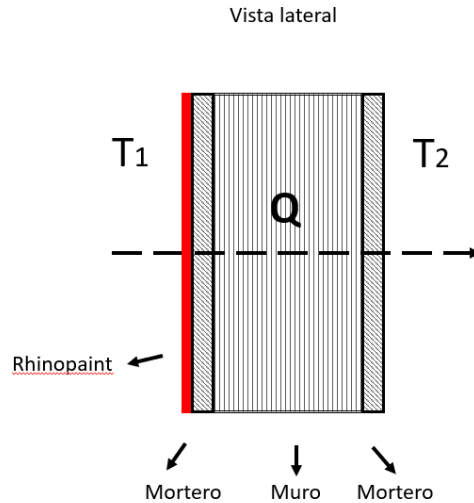

Figura 2. Muro compuesto con aplicación de Koner
A continuación, se muestra un diagrama del muro compuesto con la adición de una capa de pintura Termo-Aislante Koner al interior denotada por una franja de color rojo (Figura 2).
Una publicidad para Koner debiese explicitar este 16% de ahorro energético para cualquier clima, adjuntando una imagen similar a la Figura 2, junto a los datos de espesor de cada capa y una nota explícita de certificación IDIEM.
- Una publicidad puede transmitir un mensaje fuerte y claro al mencionar que el ahorro en energía es de 16 %, usando una imagen similar a la Figura 2.